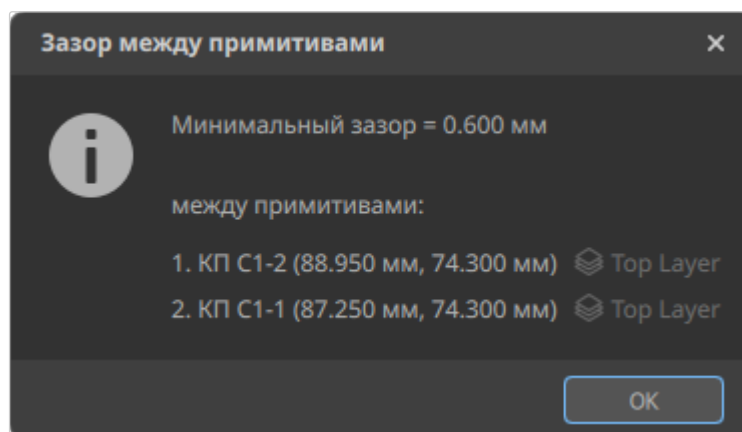

Рисунок 180. Результаты измерений зазора
- 3) Нажать левой кнопкой мыши на второй примитив. Отобразится всплывающее окно «Зазор между примитивами» с результатами измерения минимального расстояния между выбранными примитивами (см. рисунок 180).